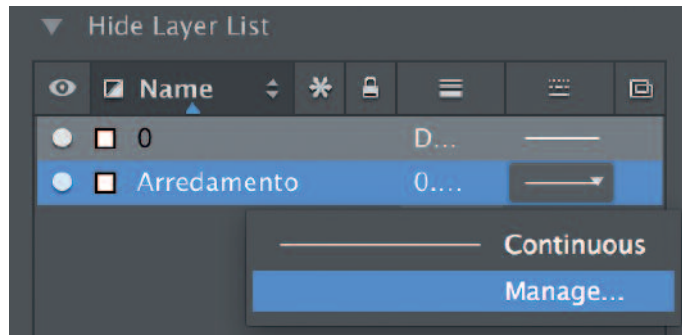

Fig. 7
- *Linetype* (Tipo di linea): quella impostata di default è *Continuous* (Continua) e nella finestra non viene proposto nessun altro tipo perché occorre caricarli, questa operazione è illustrata nell'approfondimento successivo (► Fig. 7).